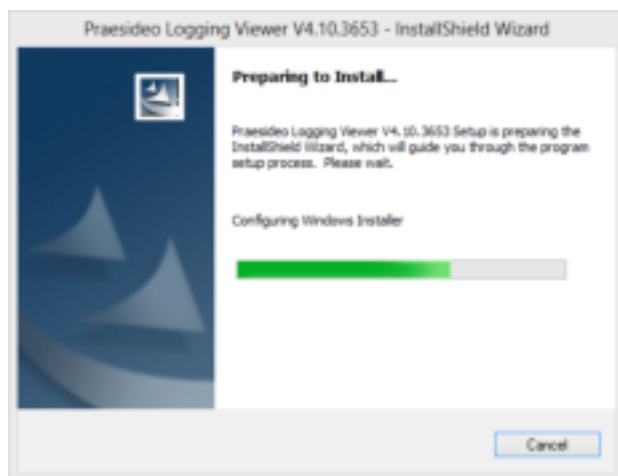

рисунок 59.1: Установка Logging Viewer
- 3 Нажмите кнопку *Open (Открыть)* для запуска программы установки *Logging Viewer*. Отобразится экран, подобный экрану, изображенному на рисунок 59.1.